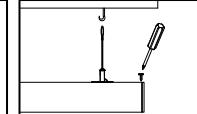

Рис. 5
**Внимание!** Обязательно используйте торцевые заглушки, идущие в комплекте, в конце каждой магистральной линии (рис. 5).